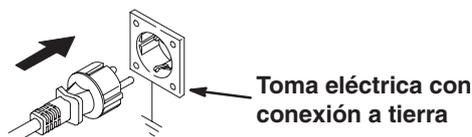

Fig. 2
- Este equipo requiere un circuito eléctrico de 240 VCA, 50/60 Hz, 8A, con un receptáculo de conexión a tierra. Vea Fig. 2.